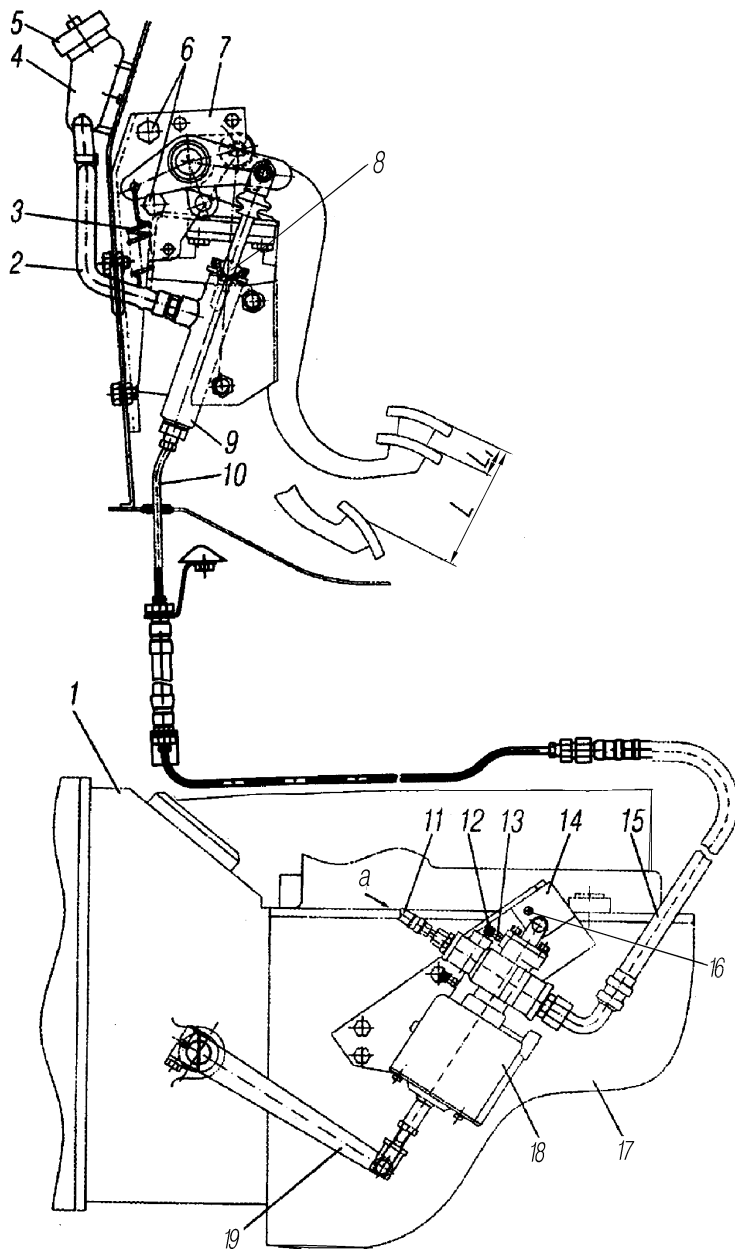
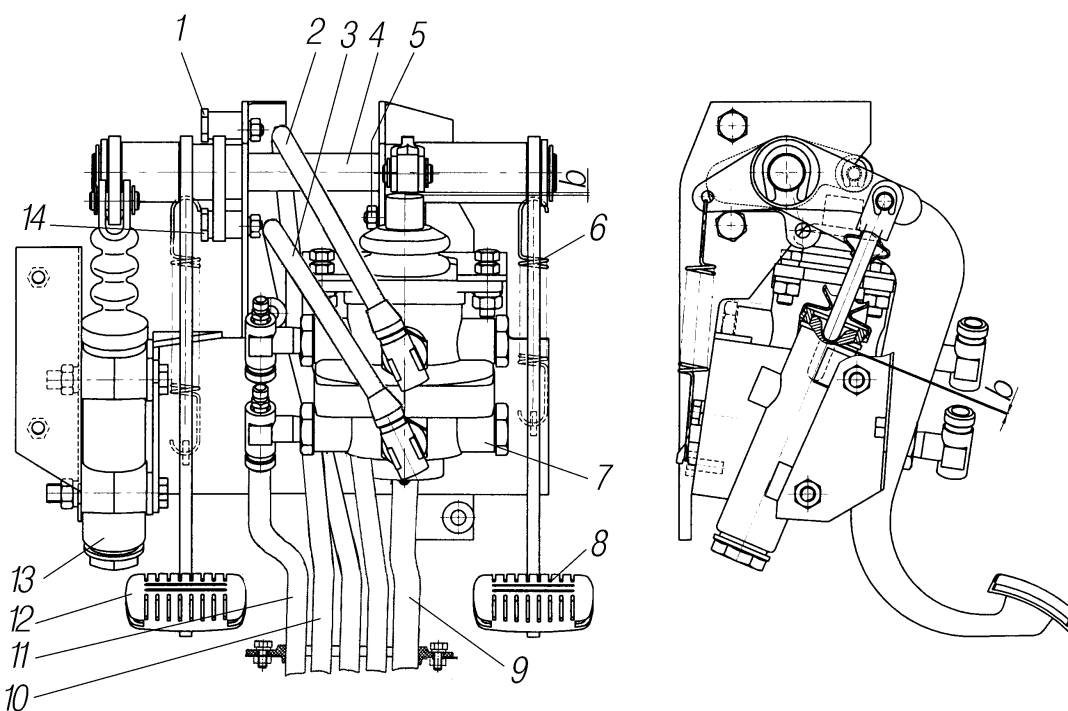

Рис. 18. Привод выключения сцепления:
Рис. 19. Привод управления сцеплением и тормозным краном:
Привод выключения сцепления с пневмогидравлическим усилителем (ПГУ). Главный цилиндр 9 (рис. 18) расположен на кронштейне 7 передней панели кабины. На поршень воздействует толкатель 8, который через рычаг соединен с педалью сцепления 12 (рис. 19).
При воздействии на педаль сцепления давление жидкости из главного цилиндра 9 (см. рис. 18) передается по трубке 10, шлангу 15 в пневмогидравлический усилитель 18, установленный на коробке передач, который, воздействуя на рычаг 19, выключает сцепление. В ПГУ жидкость давит на шток и одновременно открывает клапан пневмосистемы.
**Регулировка свободного хода педалей сцепления и тормоза** производится соответственно эксцентриками 14 и 5 (см. рис. 19), расположенными на кронштейне pedalного механизма. Свободный ход педалей сцепления и тормоза  $L_1$  должен быть 2,5-5,5 мм. Полный ход педали сцепления должен быть 135-150 мм, регулируется эксцентриком 1. Регулировка полного хода педали тормоза не требуется.
Свободный ход рычага 19 (см. рис. 18) конструкцией не предусмотрен. Регулировки ПГУ или перестановки рычага по мере износа сцепления не требуется.
- плотности прилегания упорного болта 16 (см.рис.18) к картеру коробки передач.